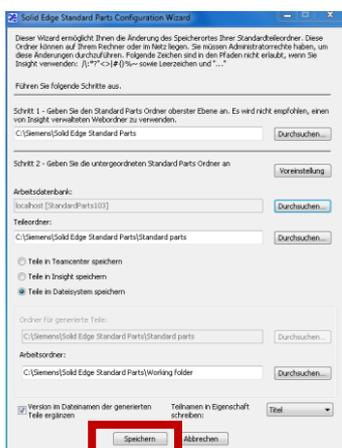

Abbildung 9
1. Öffnen Sie den Konfigurationsassistenten, prüfen Sie die Einstellungen oder stellen diese bei Bedarf auf die zuvor notierten Werte und klicken Sie auf „Speichern“ (Abb. 9)